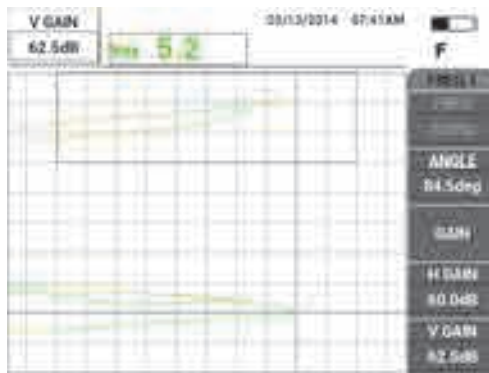

Рис. 5-26 Настройка вертикального усиления
7. Нажмите клавишу GAIN (**dB**) три раза для доступа к параметру **В УСИЛ**; с помощью ручки настройте вертикальное усиление, так чтобы сигнал достиг последнего вертикального деления на экране, что эквивалентно 90 % высоты экрана (см. Рис. 5-26 на стр. 145).